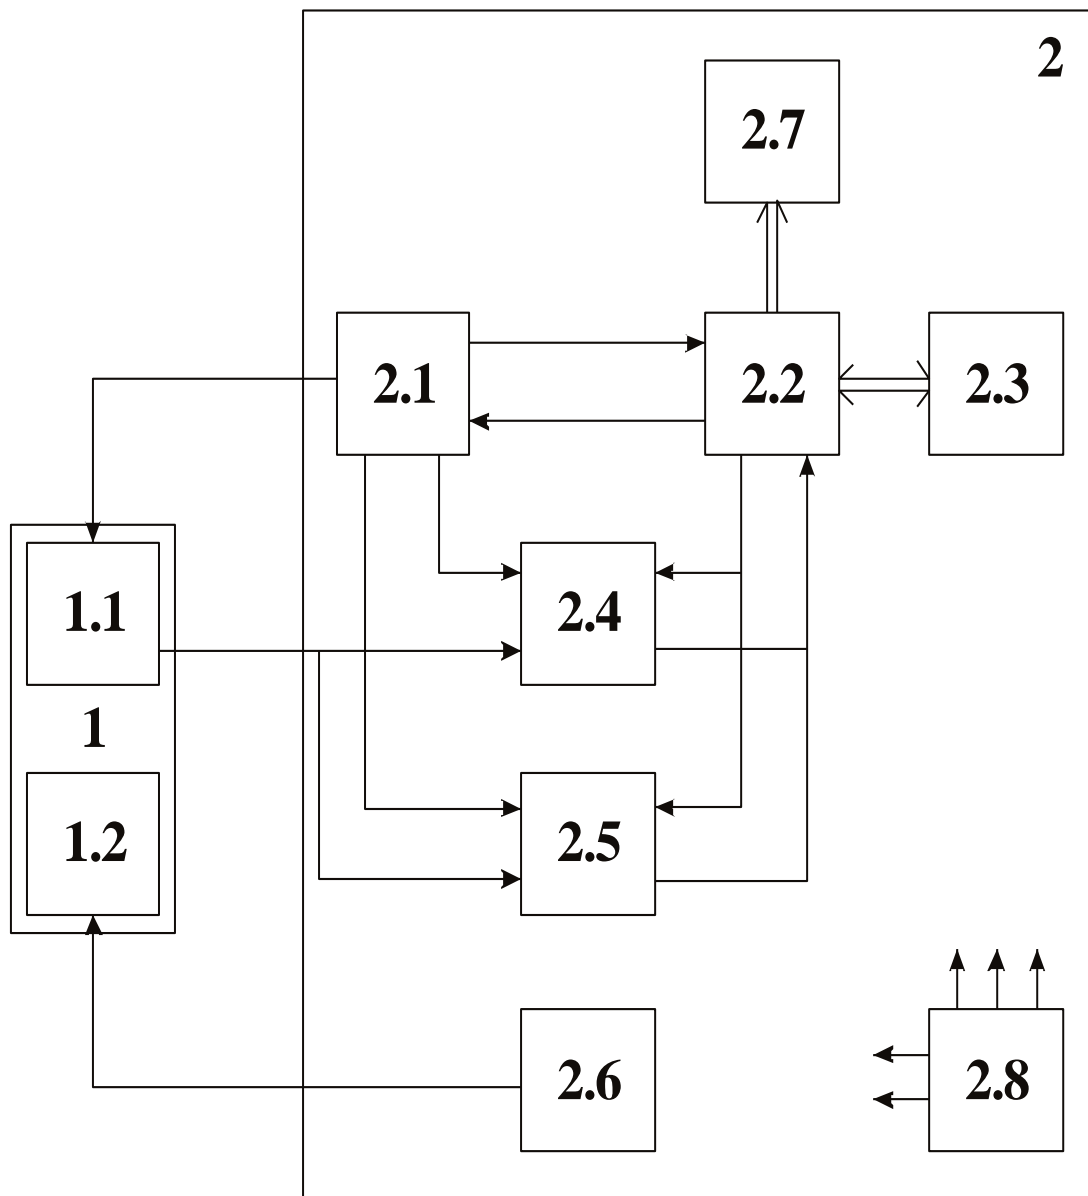

Рис. 5.2. Структурная схема дефектоскопа
5.5. Структурная схема дефектоскопа представлена на рис. 5.2.